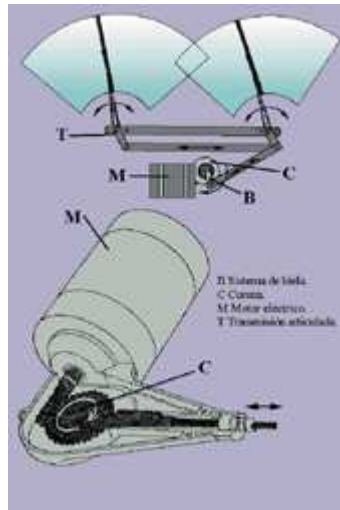

Fig. 38
- Limpiaparabrisas (fig. 38). Los limpiaparabrisas llevan un motor eléctrico (M) pequeño. Éste hace girar una corona (C) que, por medio de un sistema de biela (B), convierte el movimiento de rotación del motor en el vaivén, preciso para que funcionen las escobillas. Además del interruptor correspondiente, en el tablero de mando, lleva otro unido a la corona. Cuando se desconecta el limpiaparabrisas, éste continúa funcionando hasta que llega a su posición de reposo. Algunos tienen una segunda velocidad que se emplea con lluvia intensa o cuando se circula muy deprisa.